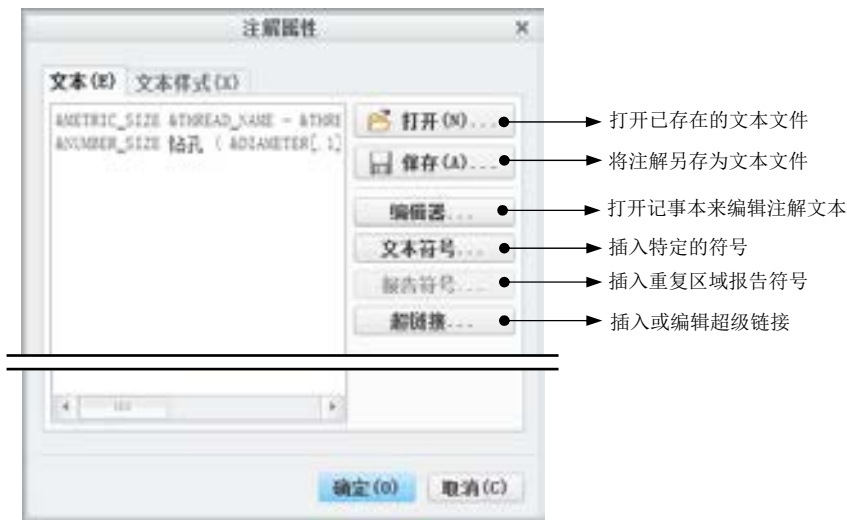

图 5.3.17 “注解属性”对话框
Step4. 系统弹出图 5.3.17 所示的“注解属性”对话框，可以在 **文本(E)** 选项卡的文本框中直接对文本内容进行修改（详细的修改方法见下面的说明）。